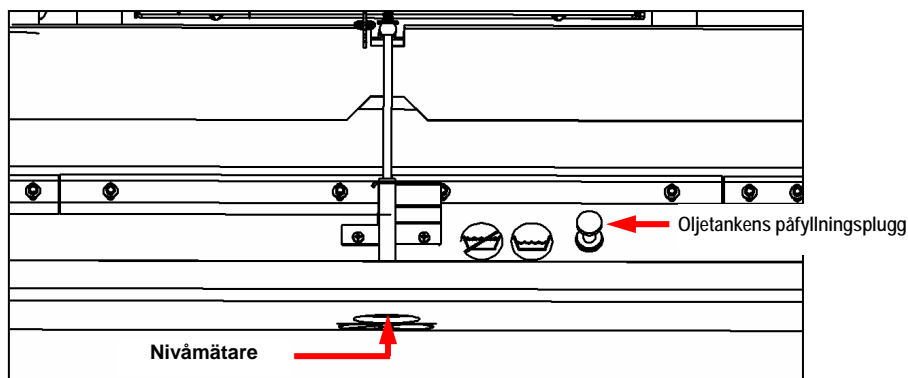

Bild 3-15
2. Ta bort pluggen från oljetankens ovansida och lägg den åt sidan (se bild 3-15).